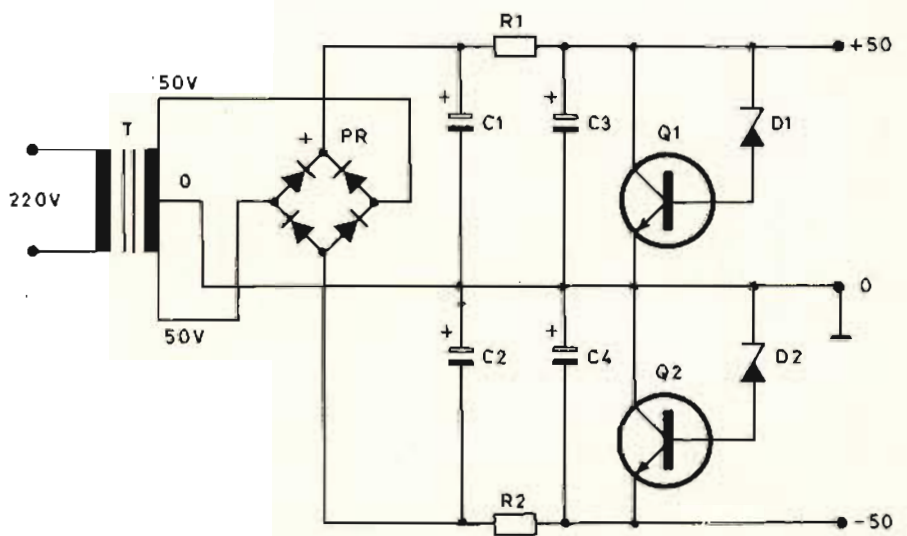

Fig. 21 - Schema elettrico dell'alimentatore del preamplificatore di fig. 18.
no stati usati dei regolatori sempre in contenitore plastico ma, per correnti più deboli, esattamente per correnti di uscita di 250 mA. IC4 è un regolatore positivo della serie LM 342P. Il ponte di raddrizzamento è un normalissimo ponte al silicio da 1 A. Come detto più sopra, l'alimentazione dei + 50 V e -50 V è stato realizzato a parte, utilizzando dei regolatori paralleli come si vede dallo schema di fig. 21, dove sono stati impiegati dei reperibilissimi 2N 3055, oppure dei TIP 33A plastici più economici ma ugualmente validi per il nostro uso e dei diodi zener da 51 V-5 W.
**ELENCO COMPONENTI FIG. 21**